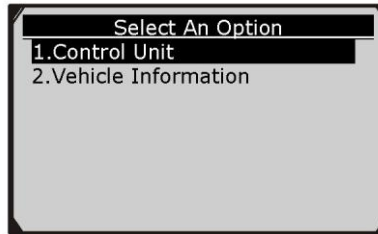

Рисунок 6-17
10) Для получения информации выберите необходимый параметр в меню **Select An Option** [Выбор параметра]. См. рисунок 6-17.